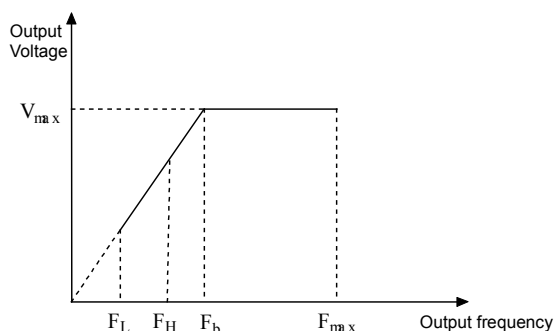

Рис. 6-1 Параметры характеристик
Максимальная выходная частота – это максимально допустимая выходная частота привода, как показано на рис. 6-1 в виде F_{max} ;
Максимальное выходное напряжение – максимально допустимое выходное напряжение привода, как показано на рис. 6-1 в виде V_{max} ;
Верхний предел частоты – максимально допустимая рабочая частота, задаваемая пользователем, как показано на рис. 6-1 в виде F_H ;
Нижний предел частоты – минимально допустимая рабочая частота, задаваемая пользователем, как показано на рис. 6-1 в виде F_L ;
Исходная рабочая частота – минимальная частота при максимальном выходном напряжении привода в режиме напряжение/частота, как показано на рис. 6-1 в виде F_b .
4. Схематично максимальная выходная частота, верхний предел частоты и нижний предел частоты приводятся на рис. 6-1.